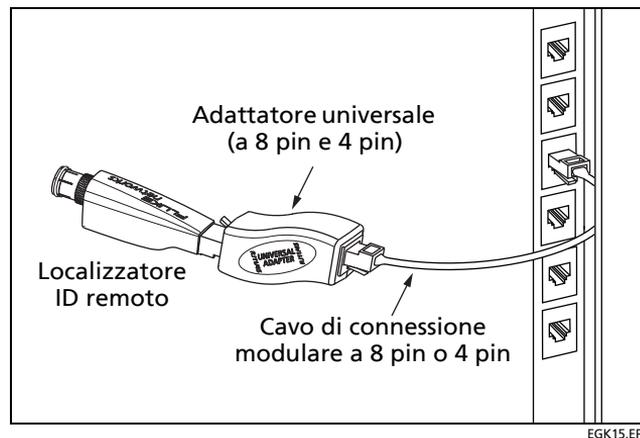

Figura 6. Collegamento di un localizzatore ID remoto in un'area limitata o a un jack RJ11
Per collegare un localizzatore ID remoto a un jack modulare (RJ) in un'area limitata o a un jack modulare a 4 pin (RJ11), utilizzare l'adattatore universale opzionale e un cavo di connessione, come illustrato nella Figura 6.